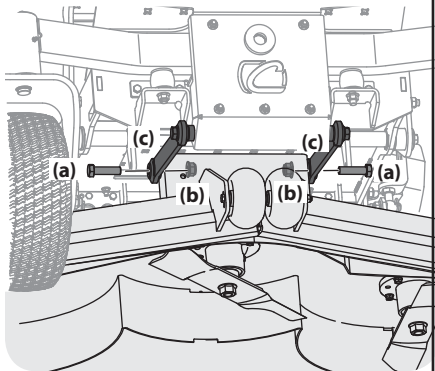

Figure 4-15
- Retirez les boulons (a) et les écrous autobloquants à bride (b) qui fixent les tiges de commande (c) au plateau de coupe. Voir Figure 4-15.